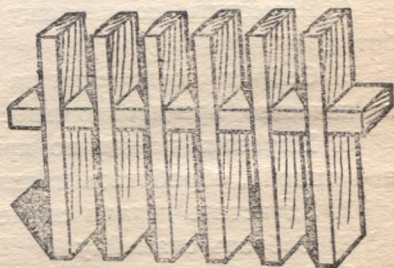

Рис. 38. Сборка деталей, находящихся внутри полки.
9. Собрать детали, находящиеся внутри полки (рис. 38), на клею.